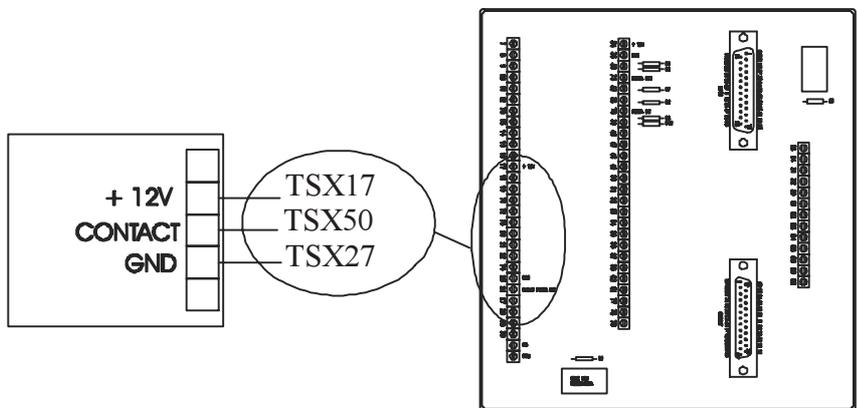

Fig.24
- D) Fotocellule per la protezione delle ante e coste pneumatiche: per il collegamento vedi Fig.25 e Fig. 24